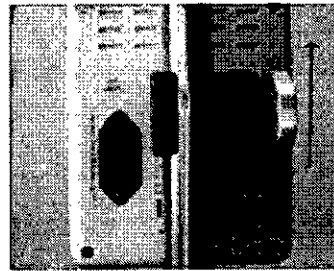

Figura 2
- II. Inserte la bomba de infusión adecuadamente en el soporte y gire la perilla de la abrazadera en sentido de las agujas del reloj para que la bomba quede bien sujeta en el soporte, como se muestra en la figura 2.